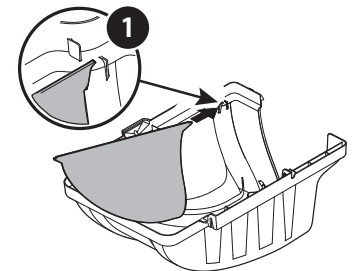

Figura 13
3. Si aún no lo ha hecho la fábrica, instale la rejilla del ensacador (731-06504) en la tapa del ensacador (631-04292) insertando primero el extremo más cercano al lado con el recorte (1) en el orificio de montaje, tal como se indica en la Figura 13.